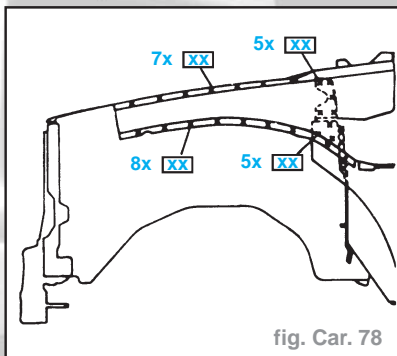

fig. Car. 78
- Le renfort supérieur - chasser à la perceuse (fig. Car. 78).
- le renfort supérieur (fig. Car. 78).